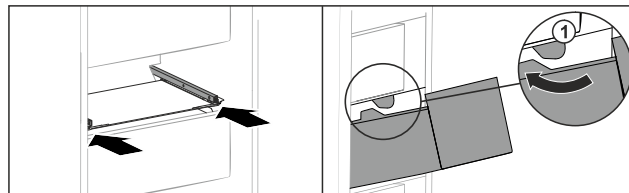

Fig. 147
- Far passare il cassetto intorno ai fermi Fig. 147 (1).